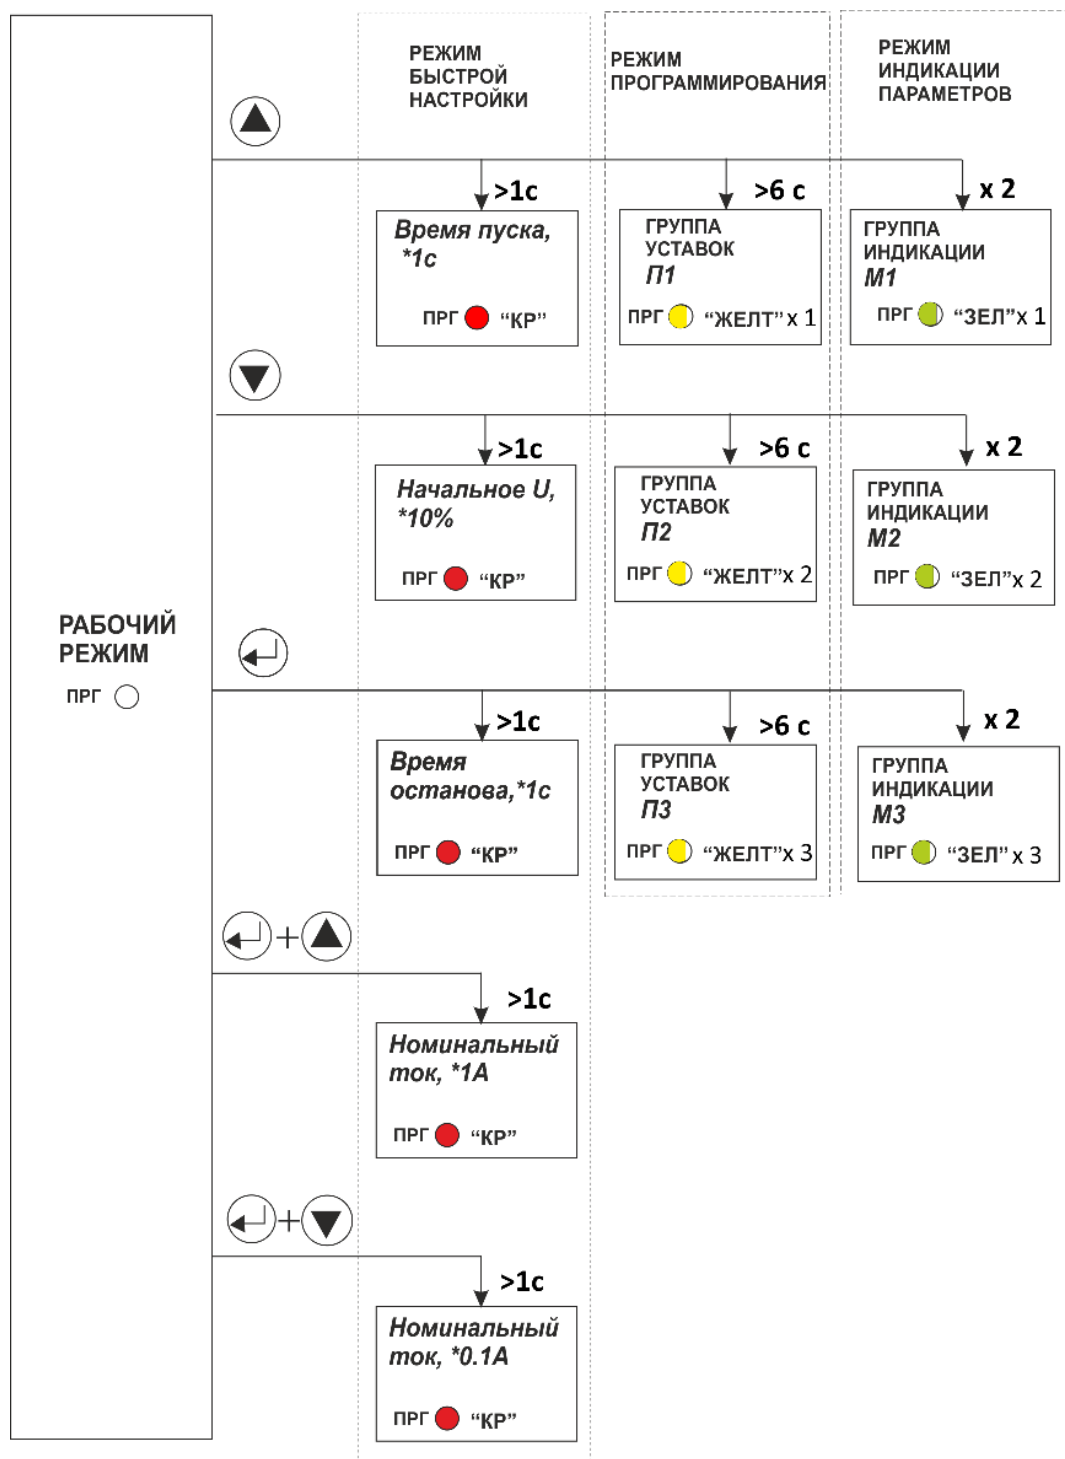

Рисунок 7 - Схема включения режимов настройки и индикации
1.8.1 В пускателях имеется возможность настройки уставок и индикации различных параметров работы. Общая схема включения режимов приведена на рис.7, подробное описание режимов в разделах 1.9.. 1.11.